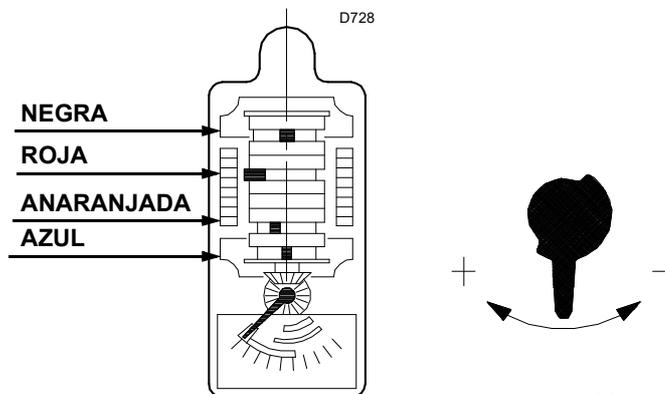

Fig. 30
- Si se desea disminuirlo, reducir un poco el ángulo de la leva anaranjada (Fig. 30 en la pág. 28) mediante pequeños desplazamientos sucesivos, es decir, pasando del ángulo de 15° a 13° - 11°....
El servomotor (Fig. 30) regula el registro del aire.